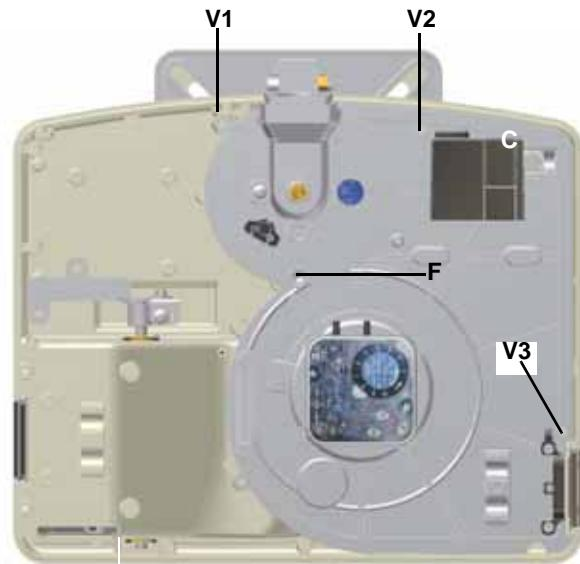

Рис. 30
- Снять, проверить и почистить голову сгорания (см. Рис. 30 и последующие)
- 1 Снять плиту с компонентами горелки **C**, отвинтив для этого 3 винта **V1**, **V2**, **V3** и крепежный штифт **F** (Рис. 30..).